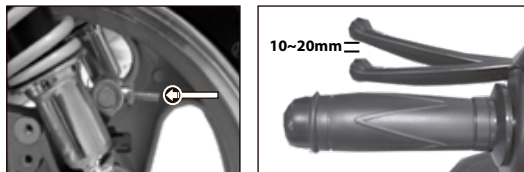

Imagen 17. Desgaste del freno trasero.
3. Verificar que el indicador de desgaste no alcance la línea de desgaste. Ver imagen 17.